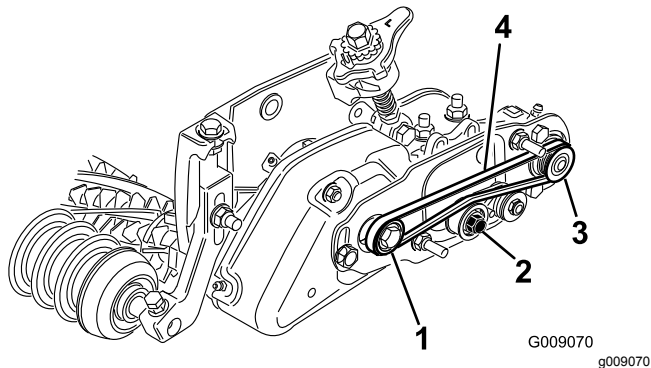

図 32
- 受動プーリにベルトを回しかけ、次にアイドルプーリに上からベルトを掛ける図 32。
- 駆動プーリを回してベルトを回転させる図 32。